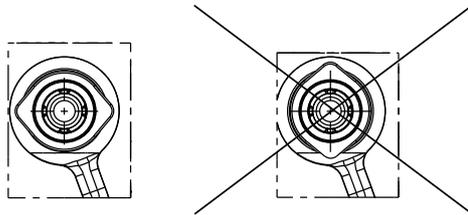

Abb. 5 Montieren des Gegenrings (nur SiC/SiC)
2. Den Gegenring zurück an seine vorgesehene Position drücken. Siehe Abb. 5.